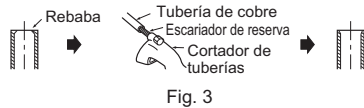

Fig. 3
- Al conectar la manguera de drenaje al tubo de cloruro de vinilo duro, asegúrese de que quede fija al insertarla en el tubo. (Fig. 3)
- Ponga la tapa de drenaje en la sección de la parte posterior de la unidad interior a la que vaya a conectarse la manguera de drenaje. (Fig. 3)
- Introduzca herramientas que como un destornillador u objeto similar (sin punta) en el agujero del extremo de la tapa e introduzca completamente la tapa en el depósito de drenaje. (Fig. 3)
- 2) Elimine completamente las rebabas del corte transversal del tubo. (Fig. 3)